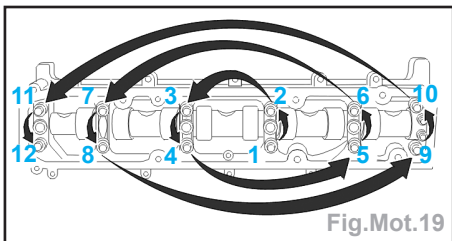

Fig.Mot.19
- Approcher puis serrer progressivement les vis de fixation dans l'ordre indiqué : (Fig.Mot.19).